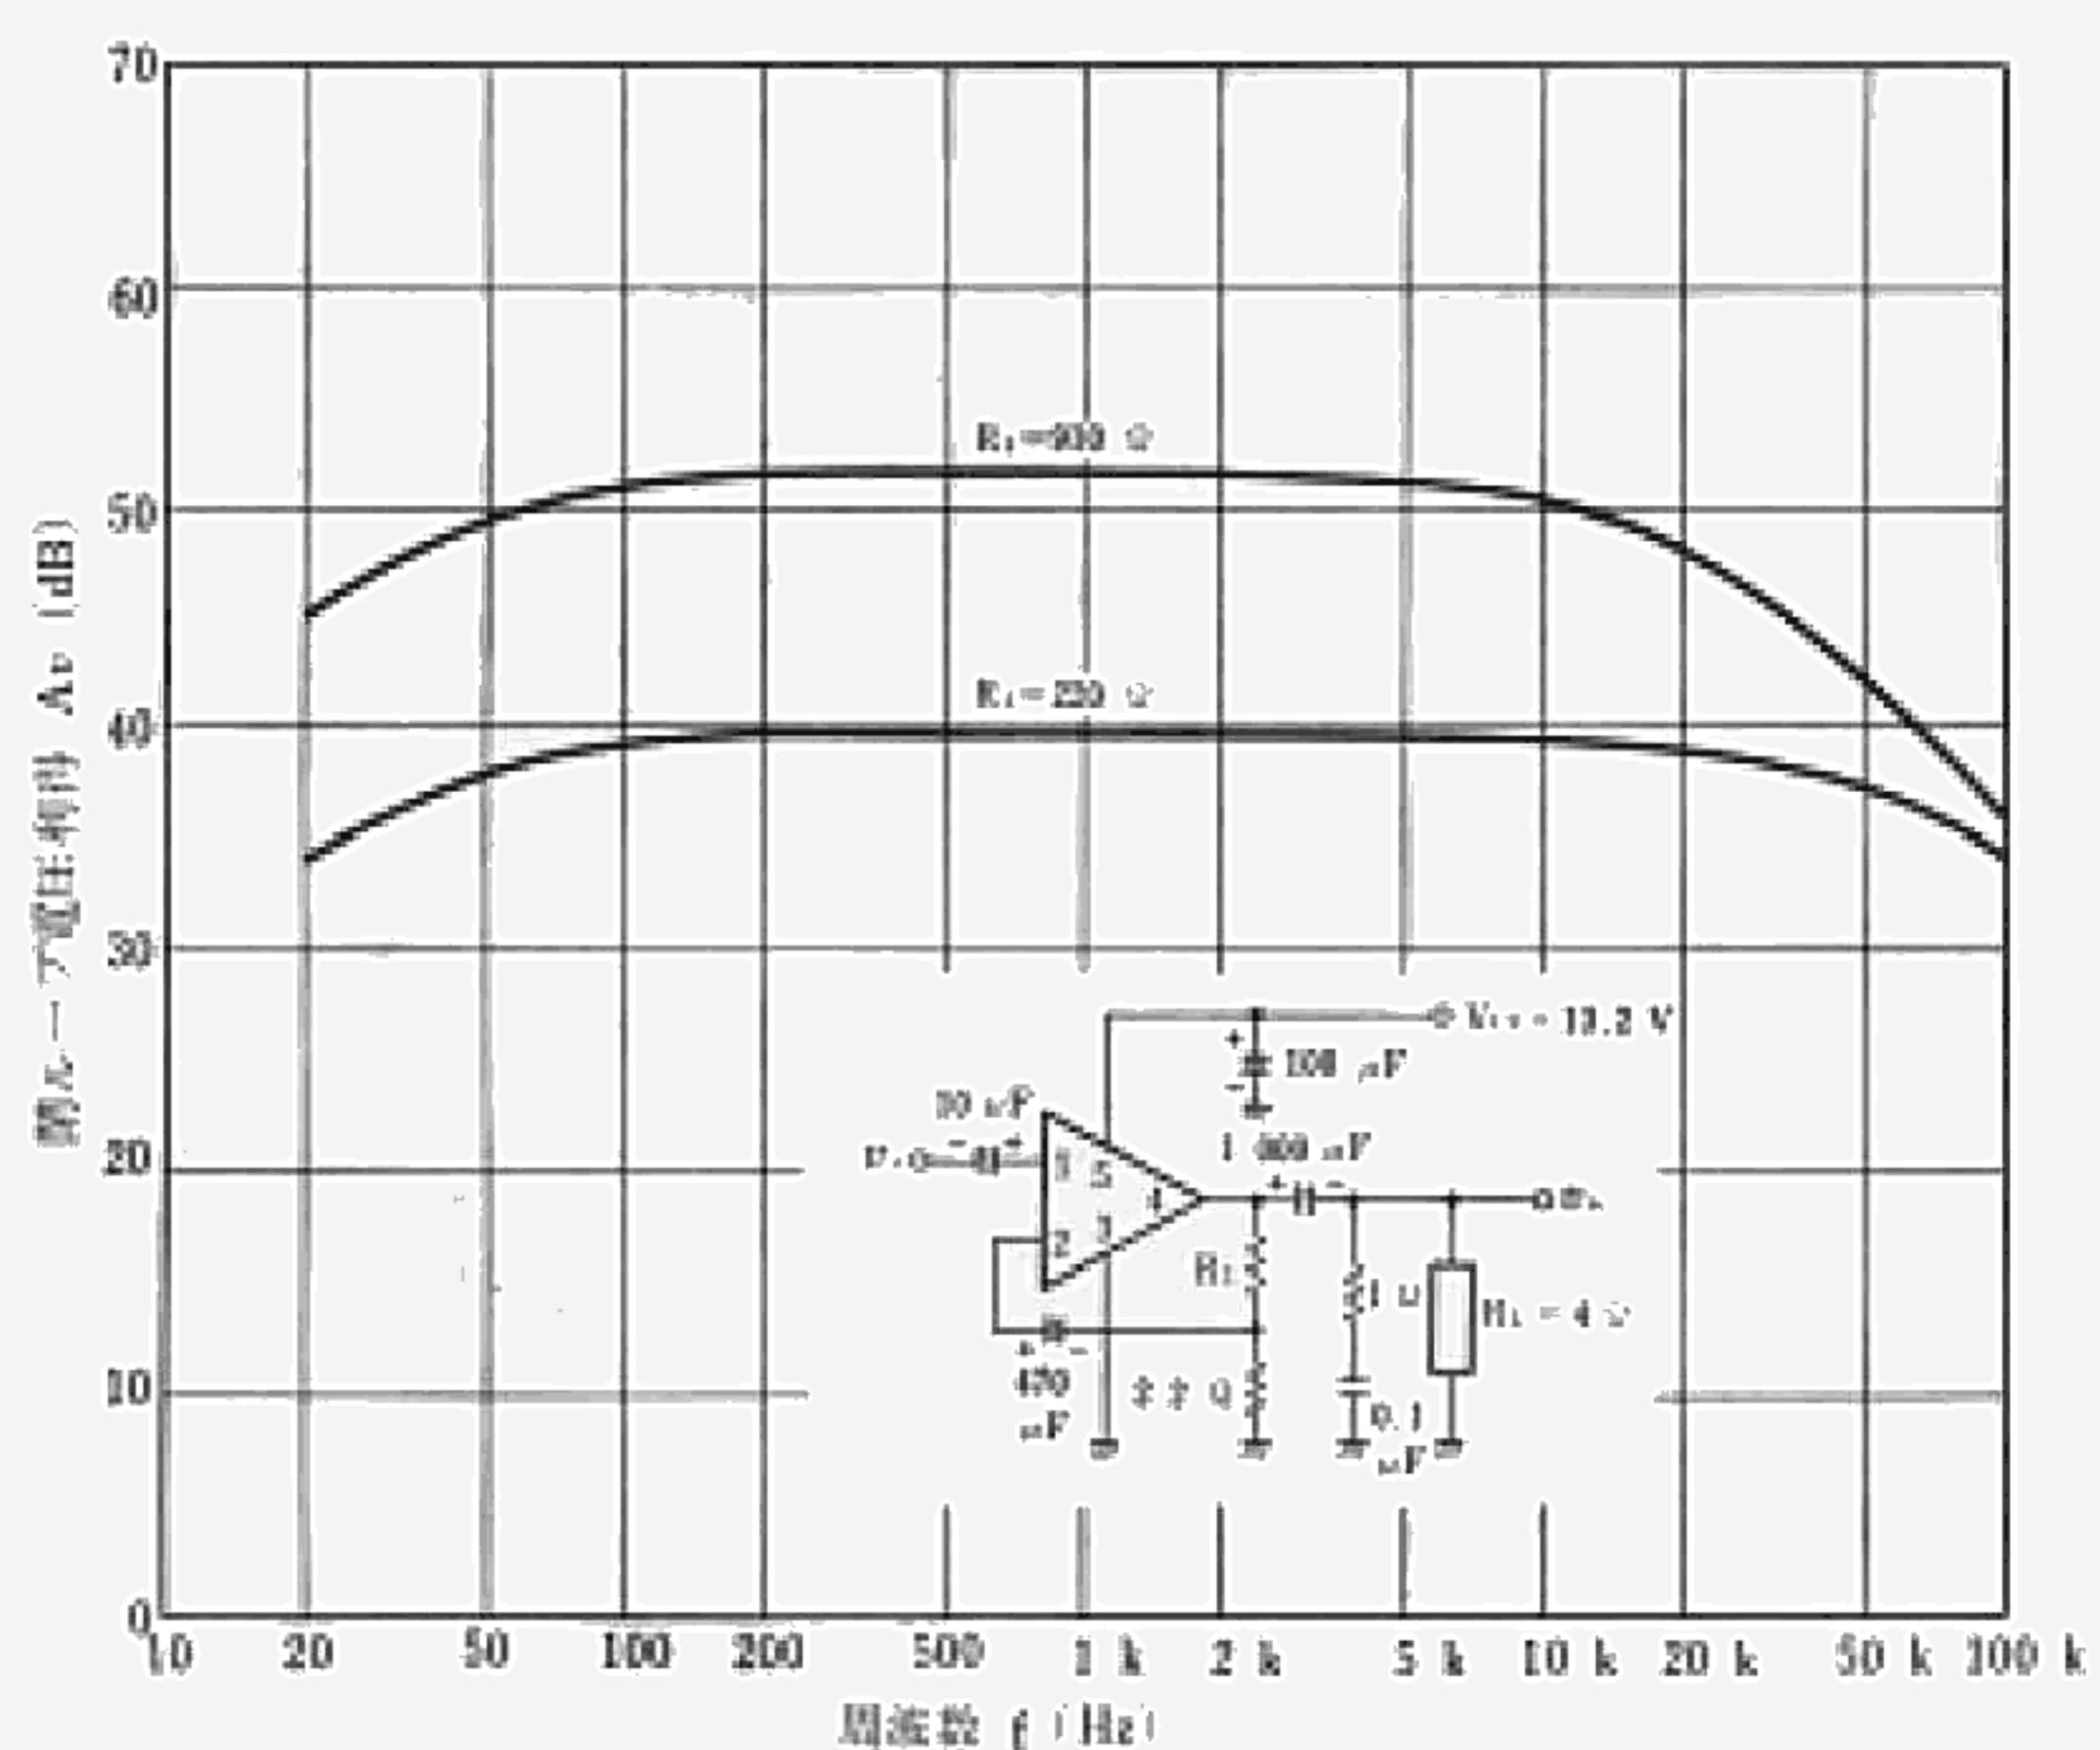

図4 閉ループ電圧利得 対 周波数 特性
- (1) 回路Aの方法は、外付部品が少なく、設計できますが、他の方法に比べ R_1 の値が高くなり、電源リップルの影響を受けやすくなります。また、利得がIC内蔵の帰還抵抗 R_0 に依存しますので、利得のバラツキが多くなります。
(2) 回路Bの方法は、回路Aの欠点を改善したもので、 R_1 の値を R_0 よりも十分に低く選ぶことにより、利得のバラツキが少なくなります。さらに、 R_2 の値が低く選定できますので、電源リップルの影響も少なくなります。図4に回路Bによる開ループ電圧利得対周波数特性を示します。
(3) 回路Cの方法は、基本的には、回路Bと同様ですが、利得を決定している R_1 および R_2 に直列に容量 C_1 および C_2 が接続されています。そこで、利得の低域周波数特性をフラットにするため、抵抗値および容量値は、 $R_1 \cdot C_1 = R_2 \cdot C_2$ になるように選定します。一方、 $R_1 \cdot C_1 < R_2 \cdot C_2$ にすることにより低域周波数における利得の減少を補正することができます。